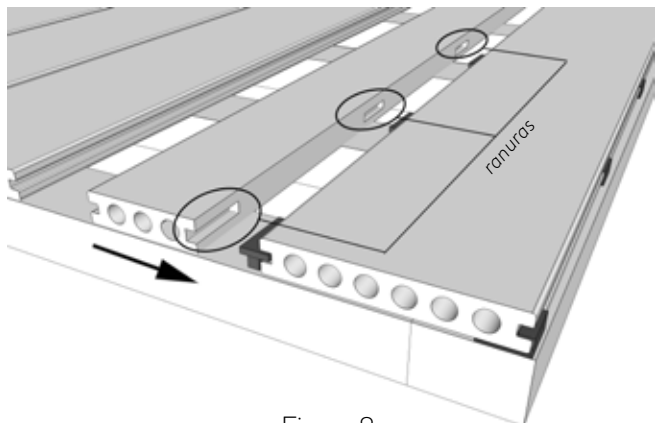

Figura 8
- 6 Las tablas segunda y tercera están dispuestas según el tamaño. Después de cortar las 2 tablas, las ranuras se arreglarán e instalarán de acuerdo con la posición de las grapas. Como se muestra en la Figura 8: